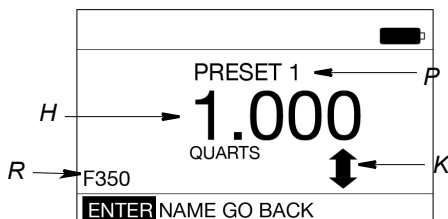

FIG. 46
2. Aparecerá la pantalla que se muestra en Fig. 46.
- P TÍTULO DE PREAJUSTE:** identifica qué opción de preajuste se está configurando. El ejemplo de la Fig. 46 muestra PRESET1. Esto significa que está configurando los parámetros de PREAJUSTE para el PRESET1 de la lista.
- R NOMBRE:** información adicional sobre el PREAJUSTE, como el tipo de motor o marca de vehículo/modelo, tipo de fluido, etc. El ejemplo que se muestra en la Fig. 46 muestra F350 en el campo NOMBRE de la pantalla de PRESET1.
Asegúrese de que Introducir (ENTER) esté resaltado en la esquina inferior izquierda de la pantalla (Fig. 46).
1. Use la flecha ARRIBA o ABAJO del teclado para aumentar o reducir la CANTIDAD DE PREAJUSTE (H) (Fig. 46).
1. Use la flecha DERECHA del teclado para resaltar Nombre (NAME) (Fig. 46). Pulse de nuevo el botón INTRO del centro del teclado para seleccionar NOMBRE.